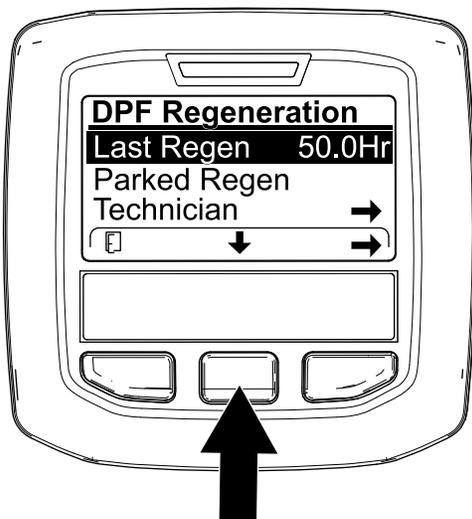

図 36
2. 右側のボタンで DPF Regeneration再生に入る 図 36。
DPF Regenerationメニューから、中央ボタンで下へスクロールして LAST REGENに入る 図 36。